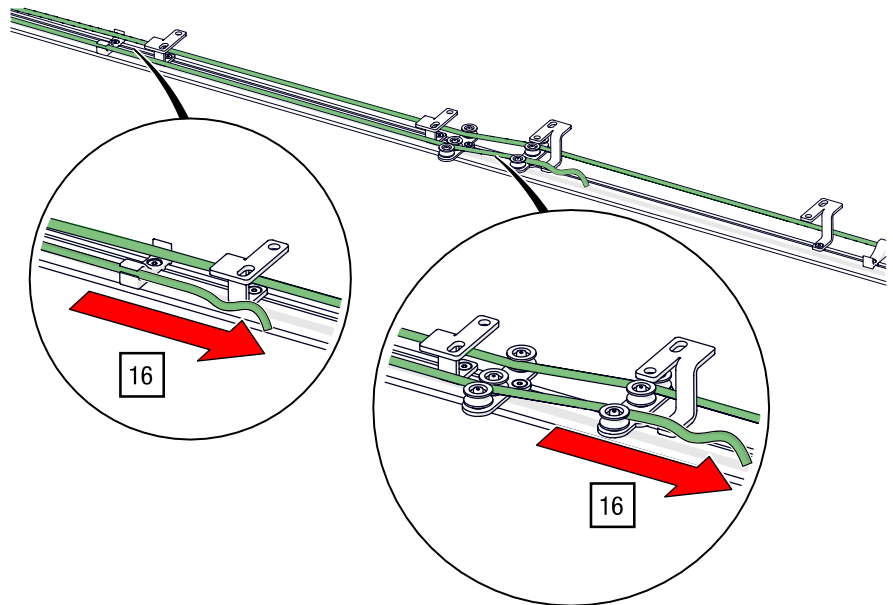

Abb. 80: Variante ②: Obenliegende Seilführung – Zurückleiten von Seil durch Spurwechsel
16. Führen Sie das Seilende durch die geraden Führungen und durch den Spurwechsel auf die Seite des zu klemmenden Zugwagens zurück (folgende Abb. 80 zeigt Variante für zweiteiligen Vorhang und einläufigen Schienenverlauf).